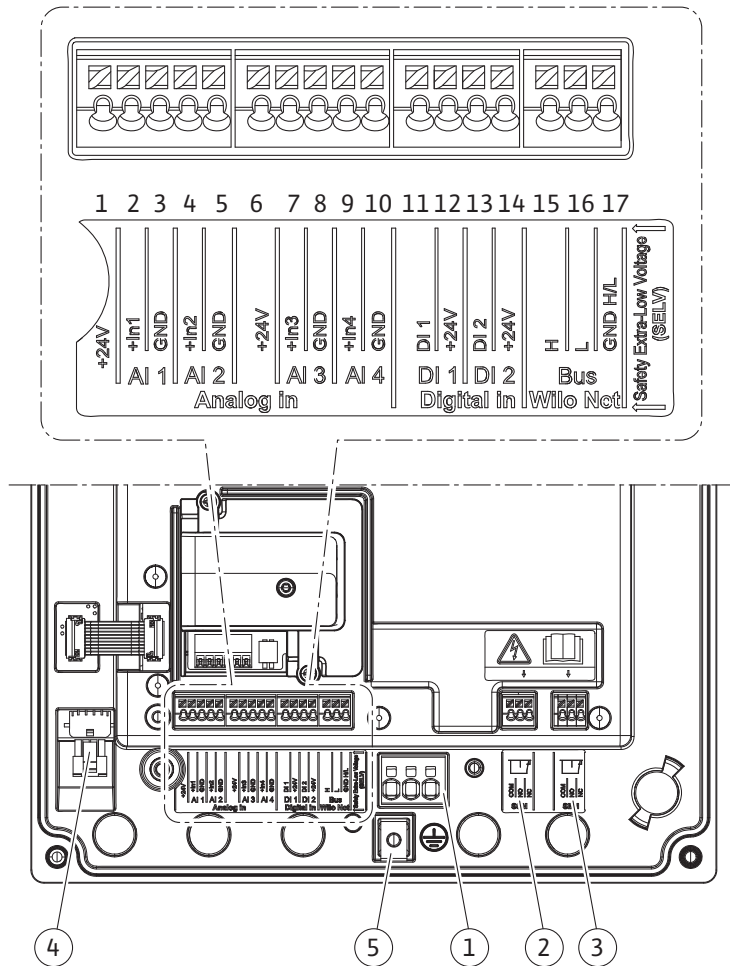

Fig. 19: Prezentare generală a bornelor în modul
4. Introduceți cablul de conectare prin presetupa pentru cablu M25 (Fig. 19, Poz. 1). Strângeți presetupa pentru cablu la cuplurile de strângere prevăzute.